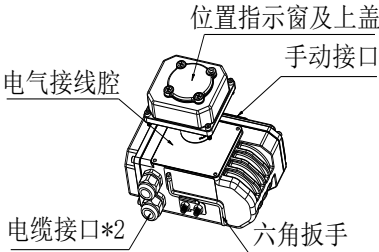

图 4
- 2.2 检查执行器开度位置，使用六角扳手插入手动接口，操作调整执行器位置处于关闭位置，注意通电时不可进行手动操作，并且手动操作时不可超出范围。如图 4。
打开电气接线盒如图 4，将外部电缆从电缆接口穿入执行器，并对照接线图接线。恢复安装电气接线盒盖，锁紧并保证密封。